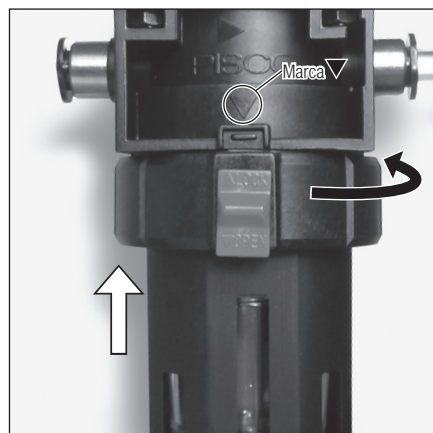

Fig. 38
- 11) Alinee el Botón de Bloqueo con la posición de la ranura en el cuerpo del Filtro de Aire y empuje hacia arriba hasta que no quede hueco entre el soporte del vaso y el cuerpo del Filtro de Aire. Gire en el sentido contrario a las agujas del reloj hasta que el botón de bloqueo llegue a la sección ▼ (Fig. 38).